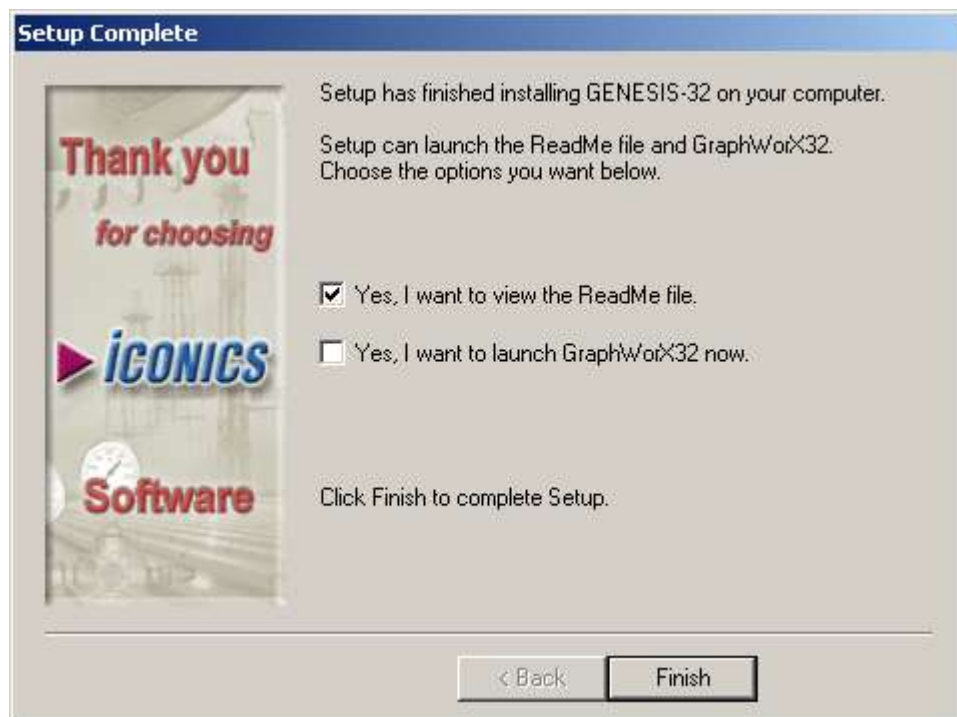

Abb. 2.8. Installation beendet
14. Klicken sie bitte auf den Beenden Button wie in Abb. 2.8